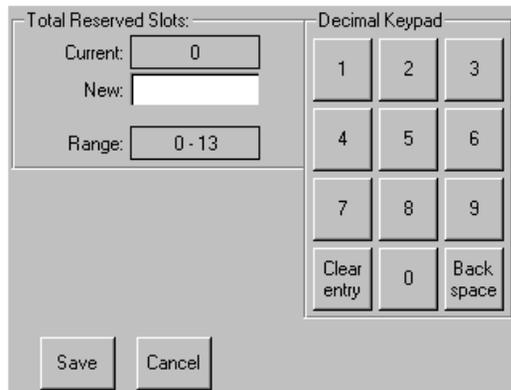

Abbildung 3–10: Ziffernblock für reservierte Fächer
4. Geben Sie die Anzahl der Fächer ein, die reserviert werden sollen. Drücken Sie anschließend auf „Save“ (Speichern), um Ihre Auswahl zu bestätigen. Anschließend wird ein Bestätigungsbildschirm angezeigt (siehe Abbildung 3–11). Drücken Sie auf **OK**, um die Einstellungen zu speichern.